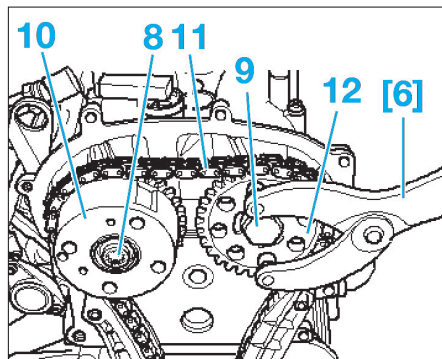

Fig. 13
- Déposer la chaîne de distribution (11) avec le pignon d'arbres à cames (12) et le dispositif de distribution variable (10).
- Bloquer le pignon d'arbre à cames d'échappement à l'aide de l'outil [6], et déposer les vis (8) et (9) (Fig.13).